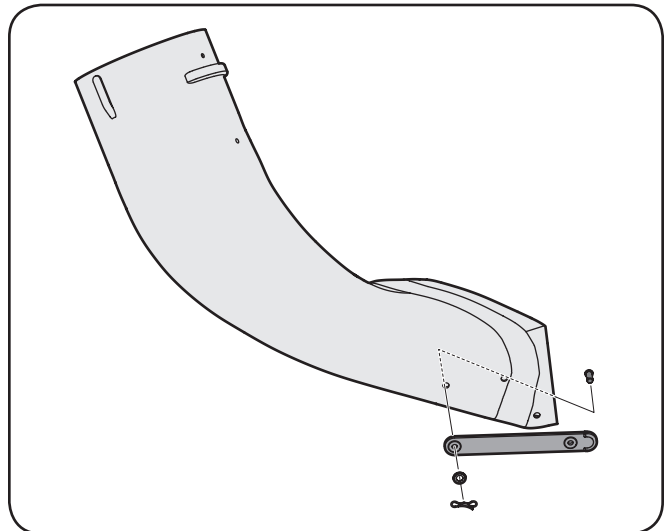

Figura 4-18
- Instale la tira del canal de caucho en el codo del canal usando el pasador de horquilla, arandela y pasador de chaveta con unión curva provistos. Vea la Figura 4-18.